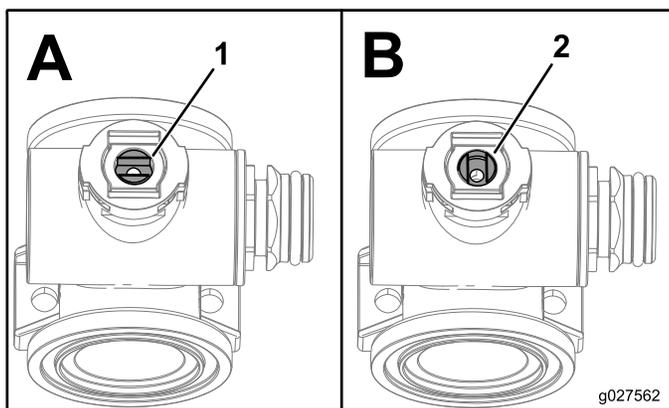

Рисунок 118
1. Расположите шток клапана таким образом, чтобы он был в закрытом положении (Рисунок 118 В).
3. Поверните шток клапана таким образом, чтобы шарик был в открытом положении (Рисунок 118А).
7. Поверните шток клапана в сборе таким образом, чтобы клапан был закрыт (Рисунок 118В).